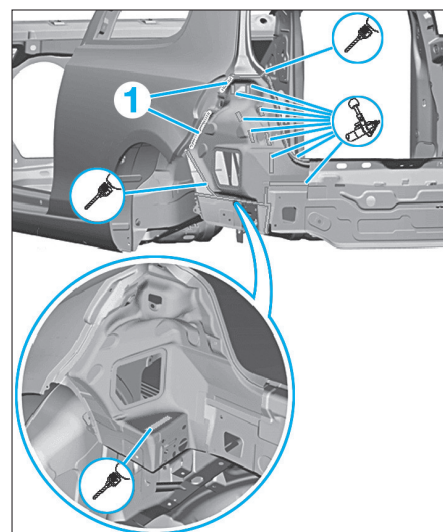

FIG. 144
- Meuler et fraiser les soudures du logement de feu arrière (Fig.144).
- Désolidariser l'accostage entre le logement de feu arrière et le panneau latéral (1).